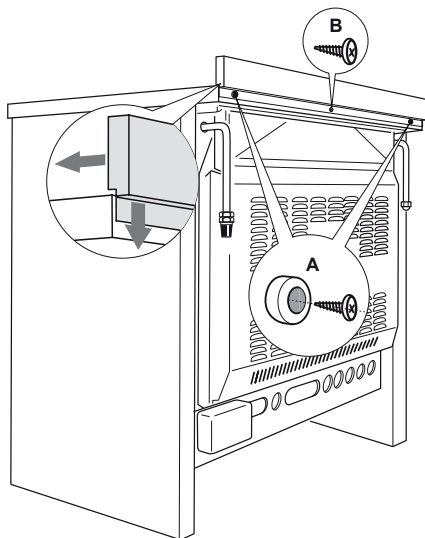

Fig. 1.5
Avant d'installer la cuisinière, assembler la protection arrière "C" (fig. 1.5).
- Enlever les entretoises "A" (fig. 1.5) en dévissant la vis de fixation.